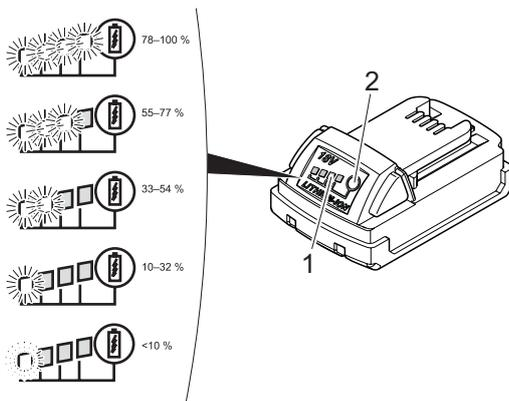

Abb. 9: Prüfen des Akkuladestands
► Drücken Sie die Taste (Abb. 9/2).
Die Anzahl der leuchtenden LEDs (Abb. 9/1) zeigt den Ladezustand an. Eine blinkende LED zeigt einen Ladezustand von weniger als 10 % an.